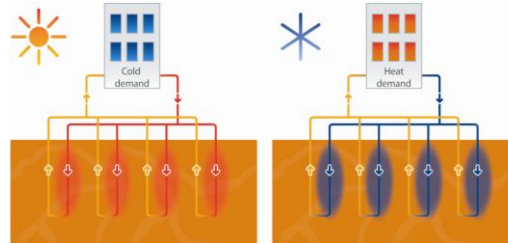

Abb. 3: geschlossenes System / BTES
- Geschlossen: Ein geschlossenes System, bei Speicherung als Erdwärmesondenspeicher (BTES) bezeichnet, nutzt einen geschlossenen Rohrkreislauf im Untergrund. Die Rohre werden, je nach Bauart, in Tiefen von wenigen Metern bis mehr als 200 m eingebracht, und sind mit einem Wärmeträgermedium gefüllt, das Wärme aus dem umgebenden Erdreich aufnehmen bzw. in dieses abgeben kann. Letztlich kann dadurch Wärme zwischen Gebäude und Untergrund verschoben und so das Gebäude geheizt und gekühlt werden. Abb. 3 zeigt das Prinzip eines geschlossenen Systems.